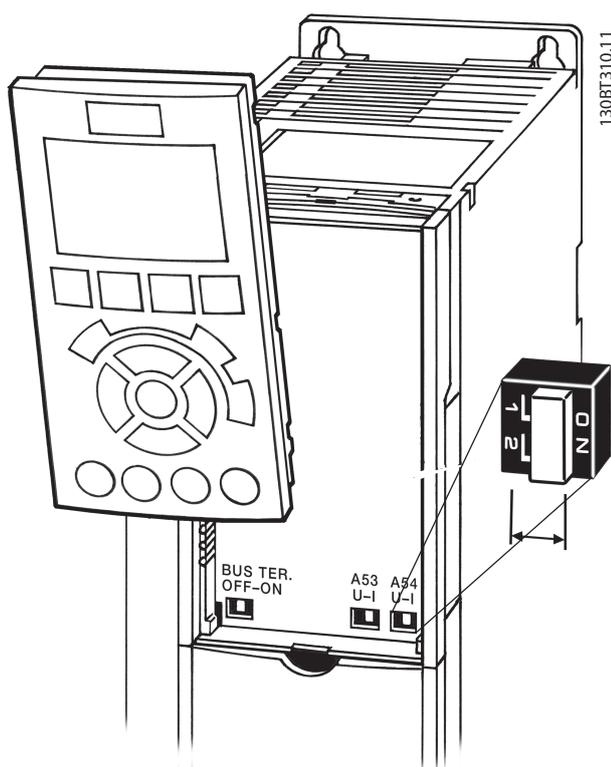

図 2.34 端子 53 と 54 スイッチの位置
- LCP をはずすと、スイッチにアクセスできます (図 2.34 を参照)。